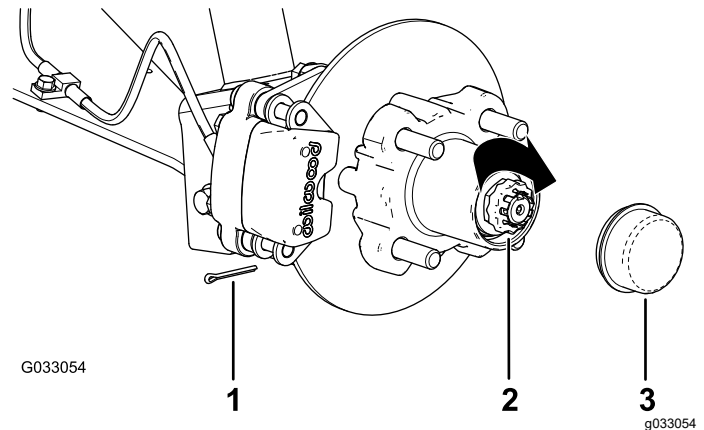

Figura 27
8. Montate il fermo sul dado e controllate l'allineamento della scanalatura sul fermo con il foro del mandrino per la coppia (Figura 27).
9. Montate la coppiglia e piegate ciascuna asticella attorno al fermo (Figura 27).
10. Montate il coperchietto antipolvere sul mozzo (Figura 27).